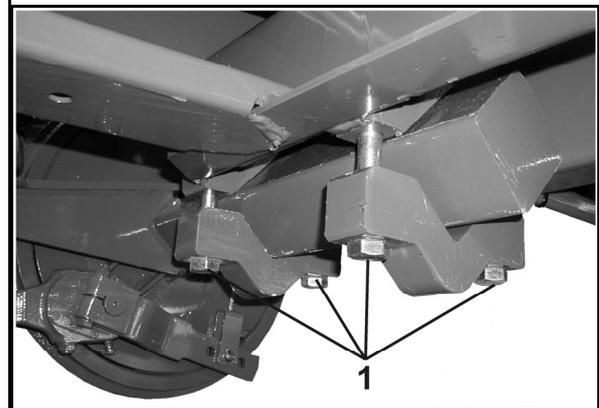

Fig. 106
5. Repousser ou tirer les 1/2 essieux jusqu'à la position souhaitée. Pour ce faire, mesurer la distance "x" à partir du rebord extérieur du châssis de base (Fig. 106/1) jusqu'au milieu de la roue du pulvérisateur et faire coulisser en conséquence le 1/2 essieu en le poussant ou en le tirant.